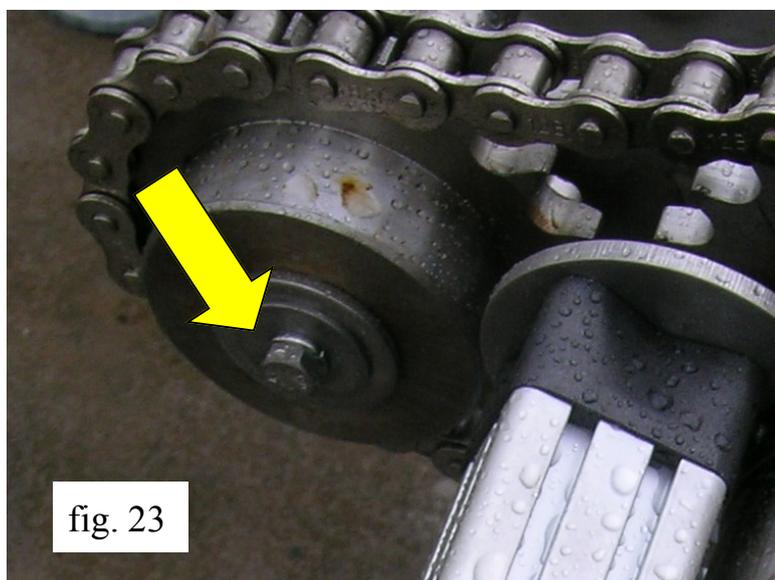

fig. 23
- Svitare la vite di fissaggio del pignone(vedi fig. 23).